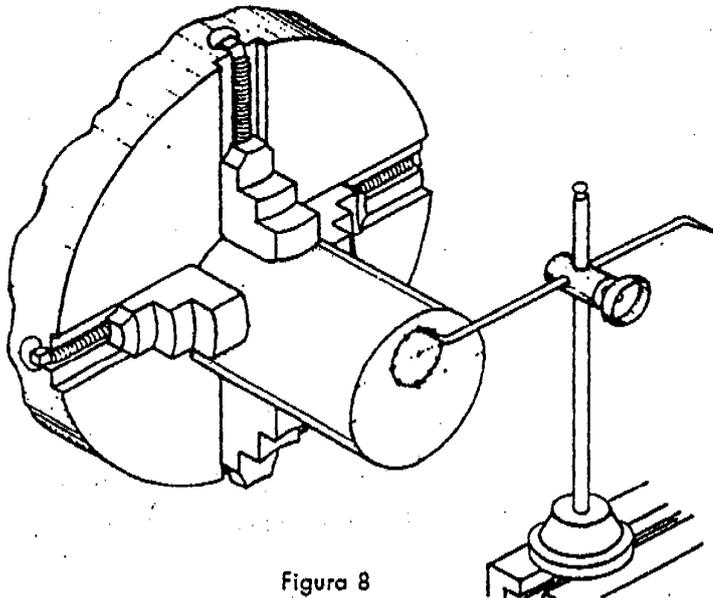

Figura 8
- b. Aproxime el gramil al trazo (Figura 8).
- c. Gire el plato con la mano y verifique el centrado (Figura 8).